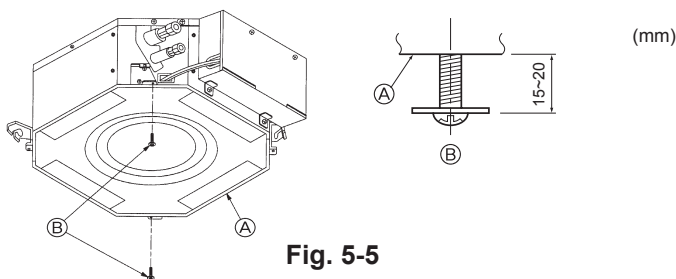

Fig. 5-5
5.3.1. Προετοιμασία (Fig. 5-5)